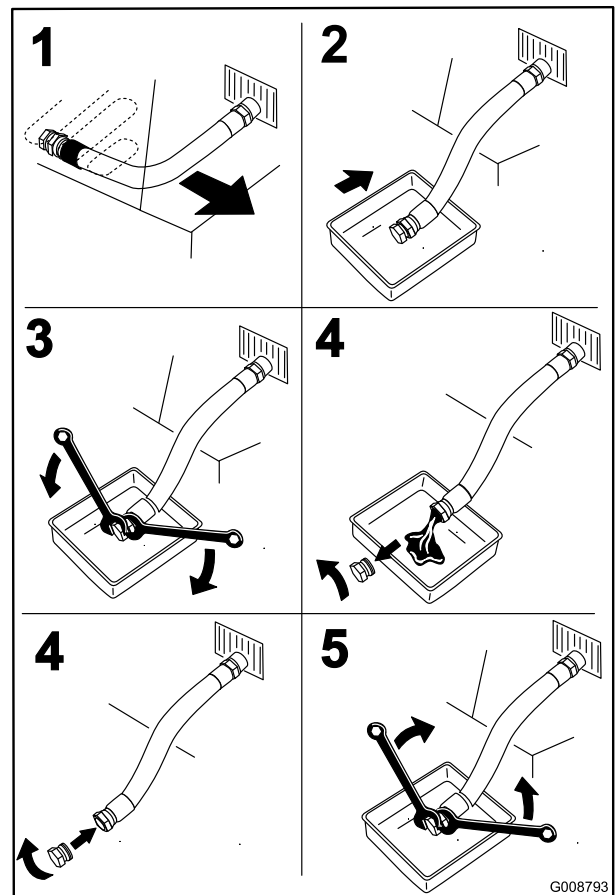

Figure 47
4. Avant de quitter la position de conduite, coupez le moteur, enlevez la clé de contact et attendez l'arrêt de toutes les pièces mobiles (Figure 47).